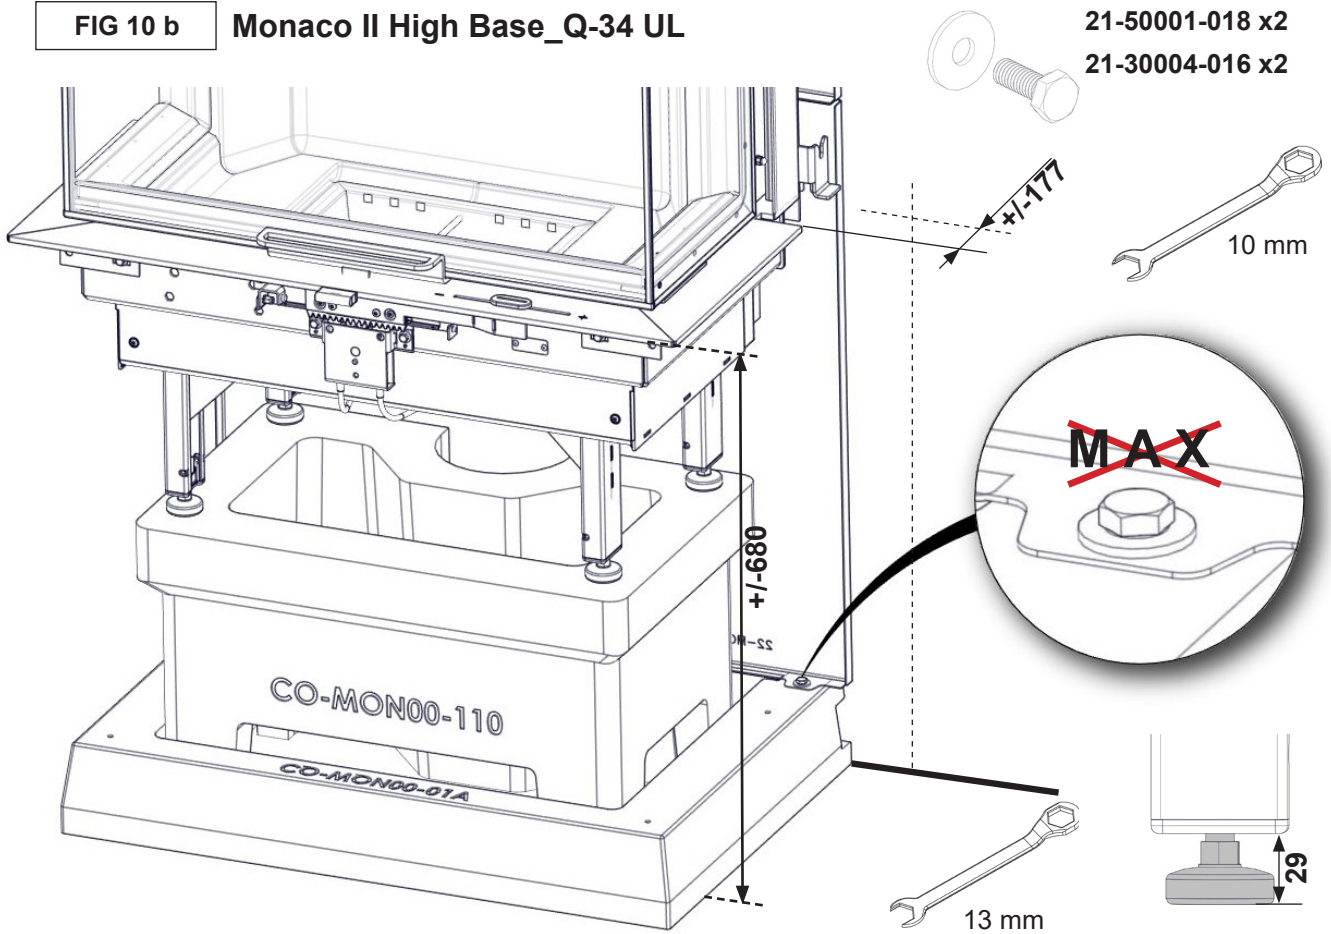

FIG 11
**NO:** Om ildstedet skal monteres med tilslutning av pipe bak og tilluftskanal, lag hull etter perforeringen i platen. Betongring monteres mellom platen og veggen, se fig. 11, 11a. Fest betongringen med akryl.
**GB:** If you utilize either rear chimney connection and external air duct make a hole cutting out perforation and place a concrete ring between the plate and adjacent wall - see FIG 11, 11a. Use acrylic glue to join the ring with the plate.
**SE:** Om kaminen ska monteras med bakre rökgasanslutning och luftkanal, måste hål tas upp i bakplattan (hålmarkering finns i plattan) och en betongring monteras mellan plattan och väggen, se fig. 11, 11a. Fäst betongringen i plattan med akryllim.
**DE:** Wenn Sie den hinteren Schornsteinanschluss oder einen Außenluftkanal nutzen, öffnen Sie die Perforation und setzen Sie in die entstehende Öffnung einen Betonring zwischen der Platte und der angrenzenden Wand ein, siehe Abb. 11, 11a. Verwenden Sie Acrylkleber, um den Ring mit der Platte zu verbinden.
**FR:** Si vous utilisez un raccordement de cheminée arrière et un conduit d'air extérieur, effectuer une découpe et placer un anneau en béton entre la plaque et le mur adjacent - voir Fig. 11, 11a. Utiliser de la colle acrylique pour fixer l'anneau sur la plaque.
FIG 11 a